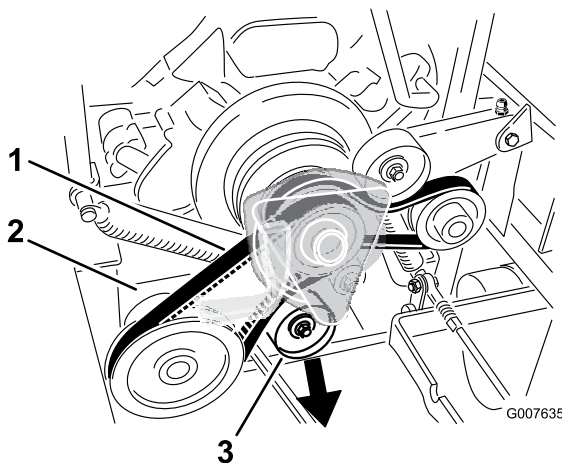

Figura 55
5. Presione hacia abajo la polea tensora tensada con muelle de la correa de la toma de fuerza, y retire la correa de la polea del embrague (Figura 55).
17. Presione hacia abajo el brazo tensor tensado con muelle de la correa de la toma de fuerza, e instale esta en la polea del embrague (Figura 55).